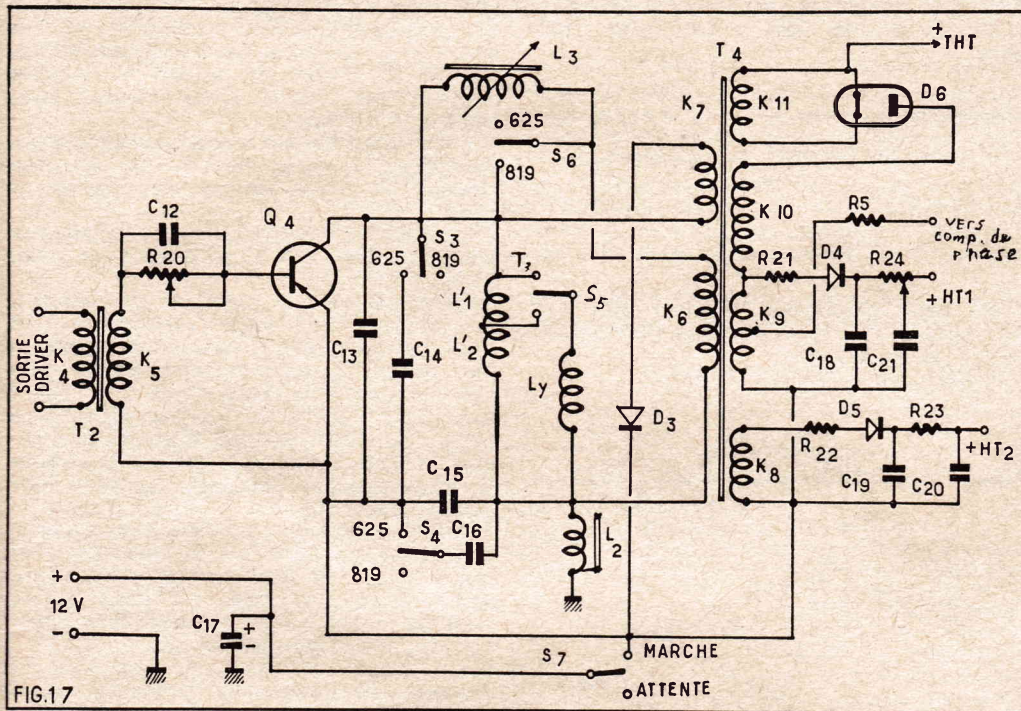
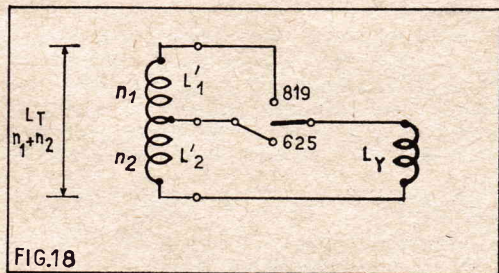

FIG.17
FIG.18
Sur la figure 17 cet autotransformateur est désigné par  $T_3$ . Il se compose d'un enroulement dont le coefficient de self-induction totale est  $L_t$  comportant une prise (voir fig. 18).
**Capacité C14 (figure 17).**
L'examen du schéma de la figure 17 montre que la capacité de correction en S,